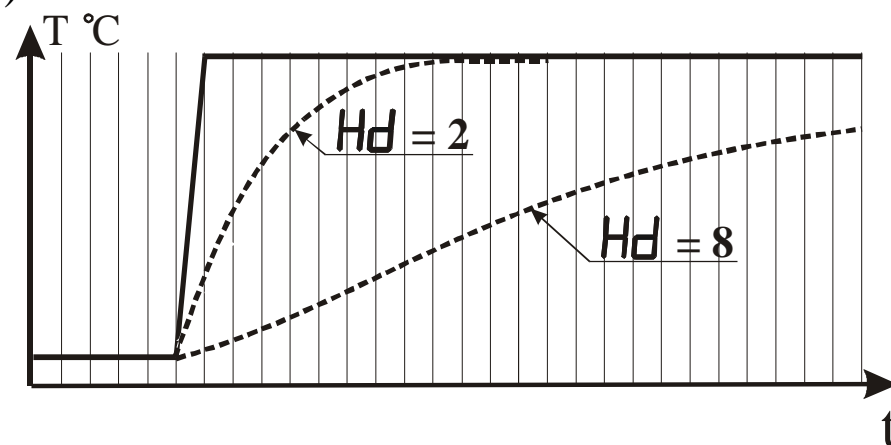

Рисунок 3.9 - Влияние параметра “Время усреднения” на показания прибора при различных значениях параметра Hd
3.3.2.9 Параметр “Время усреднения” указывают в количестве периодов опроса входного датчика ($N_{\text{опр.}}$). Этот параметр позволяет добиться более плавного изменения показаний прибора. Для этого производится вычисление среднего арифметического из последних ($N_{\text{опр.}}$) измерений. При значении параметра равном 0 интегратор выключен. Уменьшение значения времени усреднения приводит к более быстрой реакции прибора на скачкообразные изменения измеряемого параметра, но снижает помехозащищенность прибора (см. рисунок 3.9).